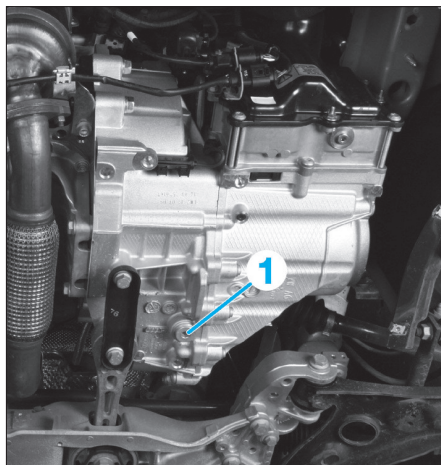

Fig. 1
- Déposer le bouchon de vidange et laisser s'écouler l'huile (Fig.1).